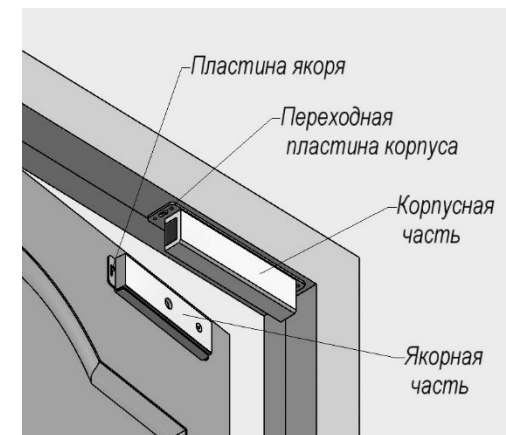
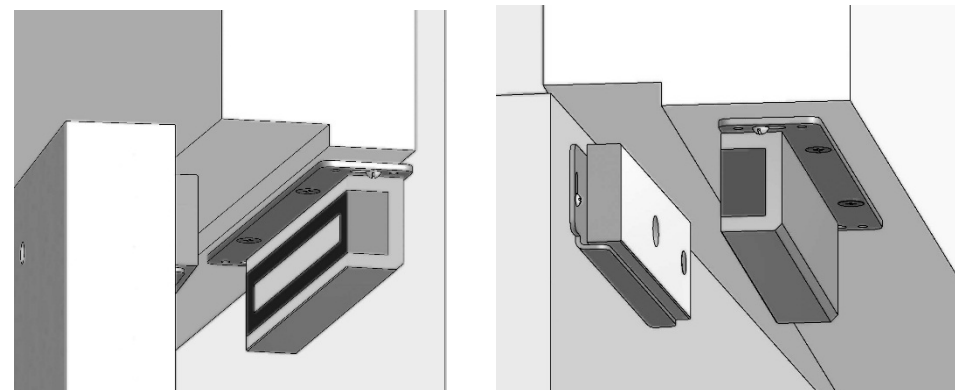

Рисунок 3
Рисунок 4 - Варианты крепления корпуса замка.
5.2 Корпусная часть замка размещается в верхней части дверной коробки (рисунок 3) в двух вариантах в зависимости от ширины дверной коробки (рисунок 4). В зависимости от варианта крепления переходная пластина ориентируется на корпусе замка и крепится с помощью винтов М5. Предварительное крепление к дверной коробке выполняется саморезами (поз.6) через регулировочные пазы в пластине.